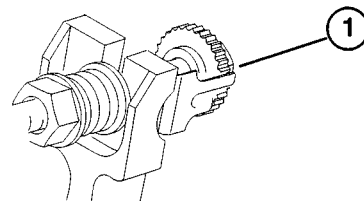

Fig. 2
## SLIK JUSTERES KNIVPLATEN I FORHOLD TIL SYLINDEREN (fig. 2–4)
1. Du trenger en 19 mm nøkkel for å dreie knivplatens justeringsknapp. Hvert hakk på knappen flytter knivplaten 0,013 mm (fig. 2).